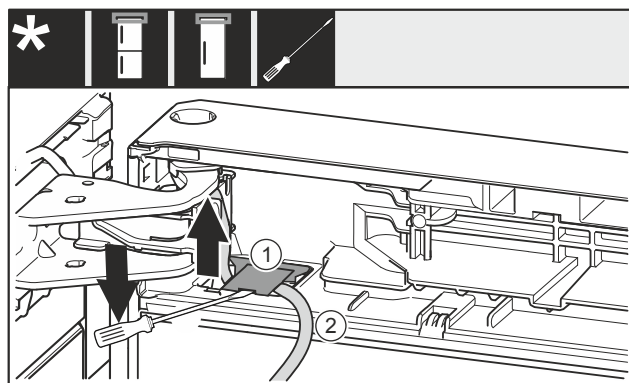

Fig. 23
- Løft afdækningen Fig. 23 (1) med en kærnskruetrækker, og træk den ud.
- Træk kablet Fig. 23 (2) ud.